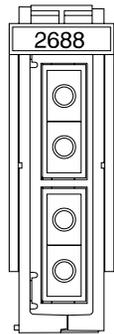

Figure 11. Carte optique 2688
- \_\_\_ 2. Repérez la carte optique 2688 (voir figure 11) à l'arrière de l'unité centrale.